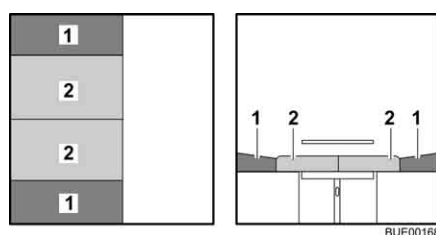

Bild 70 Nach dem Umbau
- Die Sitzpolster (Bild 70,2) zur Mitte ziehen.
- Die Rückenpolster (Bild 70,1) zwischen die Sitzpolster und die Wand legen.